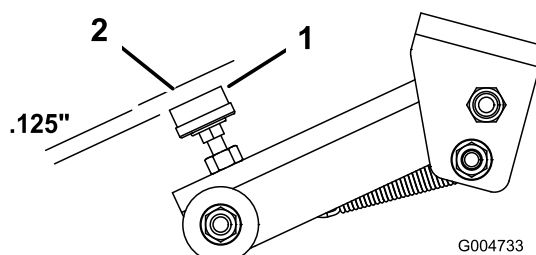

Figure 81
4. Un jeu de 0,125 pouce doit exister entre le coussinet de caoutchouc de la vis de réglage (Figure 81) et le verrou de plateau. Si un réglage est nécessaire, desserrez l'écrou de la vis de réglage, ajustez la vis pour obtenir le jeu voulu et resserrez l'écrou.